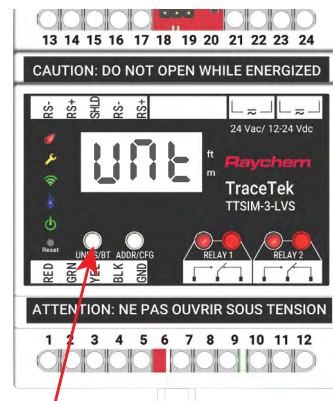

Abbildung 9: Units-Taste
- Drücken Sie die Units-Taste, wie in Abbildung 9 dargestellt, und halten Sie sie für ca. 3 Sekunden gedrückt, bis im Display „Unt“ angezeigt wird. Während dieses Vorgangs blinken die Bluetooth-, WiFi-, Service- und Leak-LEDs gleichzeitig.